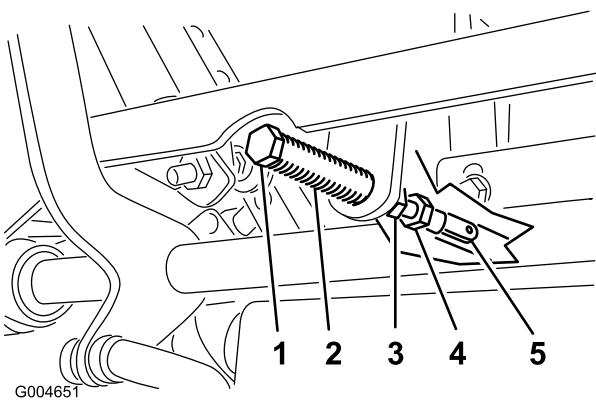

Figura 63
5. Tirate indietro la leva finché il cavallotto con testa (sul braccio sottostante l'albero di articolazione) non tocca l'estremità della scanalatura (iniziate a premere sulla molla) (Figura 63).
7. Se occorre regolare, allentate il dado e il controdado contro la forcella (Figura 63).
8. Premete leggermente indietro la leva di comando del movimento e girate la testa del bullone di regolazione nella direzione opportuna finché la leva di comando non si trova al centro, in posizione di bloccaggio in folle (Figura 63).
9. Serrate il dado e il controdado (Figura 63).
9. Serrate i controdadi dei giunti a sfera (Figura 63).